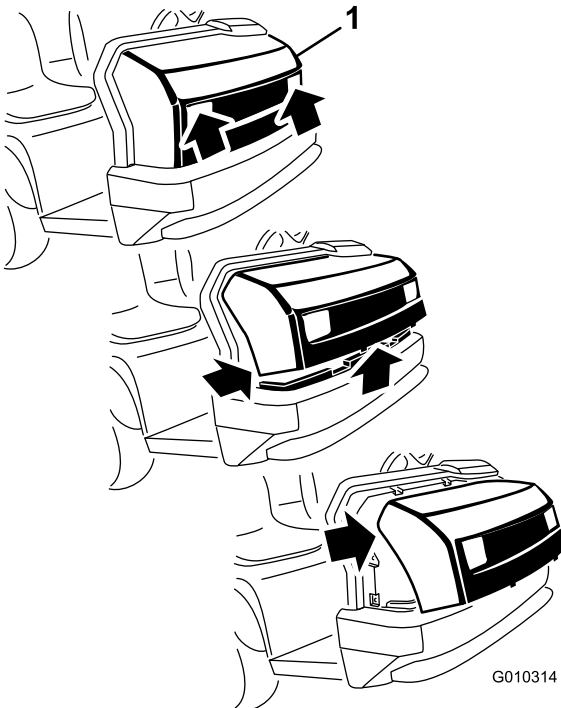

Figura 1
5. Sujete el capó por los orificios de los faros y levántelo para poder liberar las pestañas de montaje inferiores de las ranuras del parachoques (Figura 1).
6. Gire hacia arriba la parte inferior del capó hasta que pueda retirar las pestañas de montaje superiores de las ranuras del bastidor (Figura 1).
7. Gire hacia adelante la parte superior del capó y desenchufe los conectores de los cables de los faros (Figura 1).